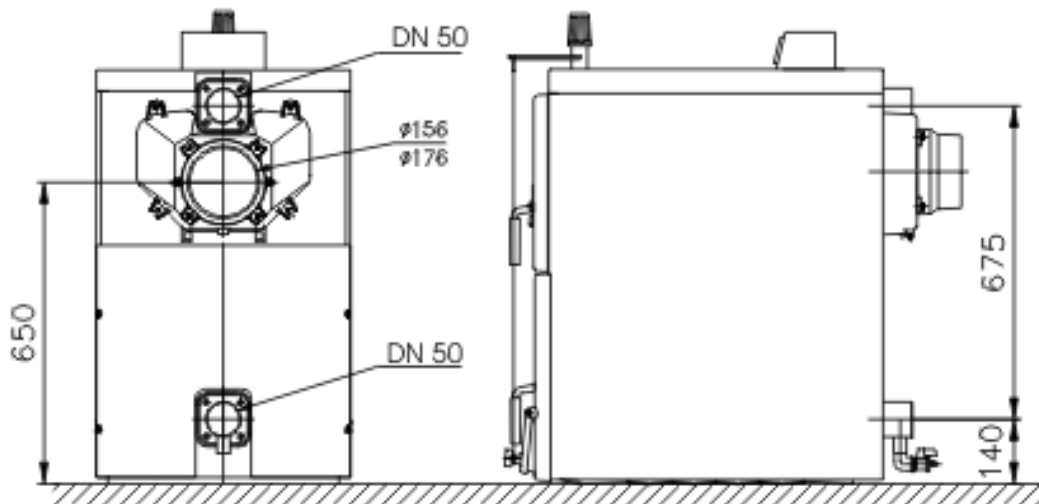

Рис. 10 Присоединительные размеры котла
9. В отверстие в верхней части заднего звена навинтите гильзу термостата (см. Рис. 10а)
8. В отверстие в верхней части заднего звена навинтите гильзу термостата (см. Рис. 10а)
Рис. 10а)